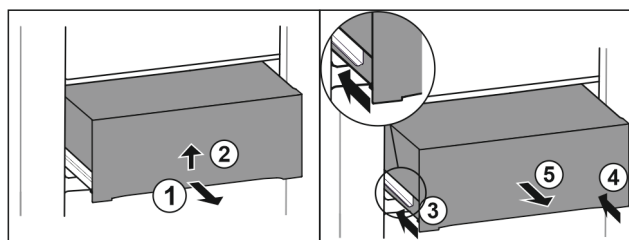

Fig. 50
- ▶ Tirer le tiroir jusqu'à mi-chemin. Fig. 50 (1)
- ▶ Soulevez le tiroir par le bas. Fig. 50 (2)
- ▶ Rentrer le rail de gauche. Fig. 50 (3)
- ▶ Rentrer le rail de droite. Fig. 50 (4)
- ▶ Retirer le tiroir par l'avant. Fig. 50 (5)